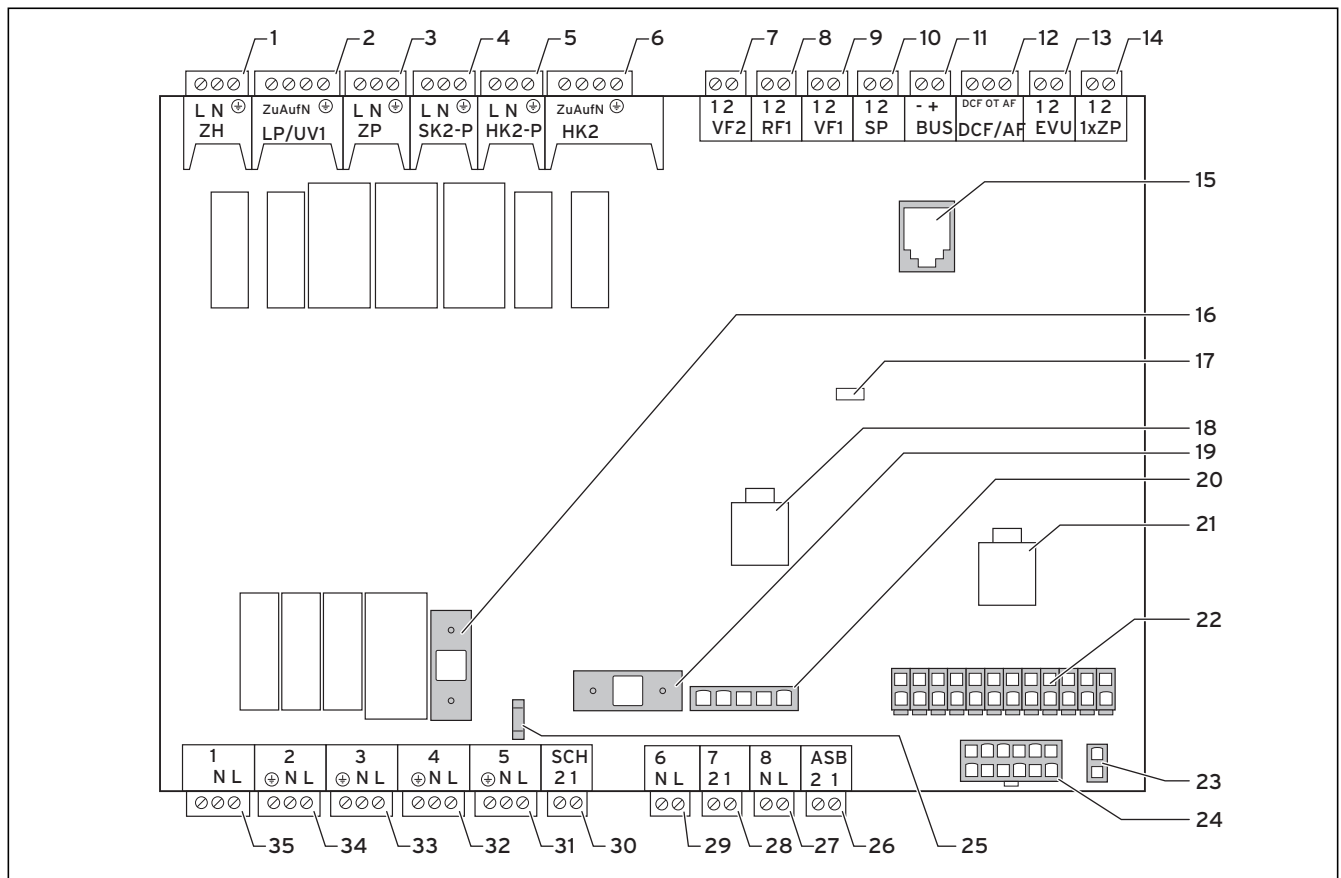

Abb. 7.8 Reglerplatine
- Schließen Sie die permanente Stromversorgung an die Netzeinspeisung Normaltarif an (2).
- Schließen Sie die Niedertarif-Stromversorgung an die Netzeinspeisung Niedertarif an (1).
- Schließen Sie den Kontakt des Rundsteuersignalempfängers an Klemme 13 „EVU“ (Energieversorgungsunternehmen) an (→ **Abb. 7.8**).
- Schließen Sie die permanente Stromversorgung an die Netzeinspeisung Regler an (2).
Legende zu Abb. 7.8
- Installieren Sie die Standardfühler VR 10 entsprechend den Anforderungen des Regelschemas und schließen Sie sie an den jeweiligen Klemmen der Reglerplatine an (→ **Abb. 7.8**).
- Schließen Sie die externe Heizkreispumpe an Klemme HK2-P an (→ **Abb. 7.8, Pos. 5**).